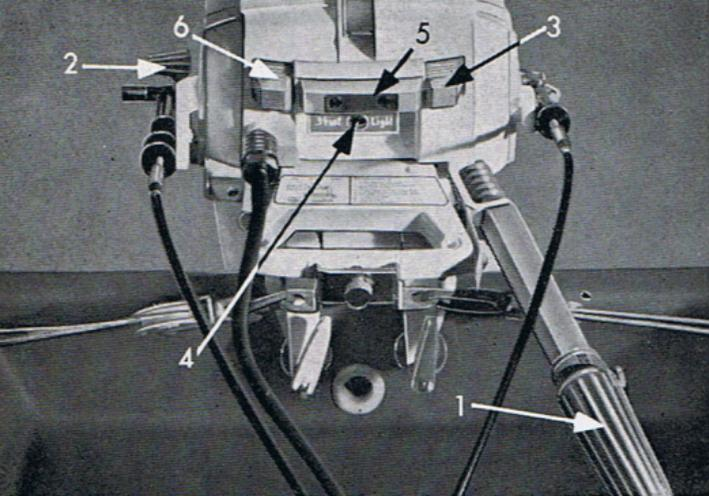

Bild 5
**Start frei zur ersten Fahrt** (s. Bild 5)
**Elektrische Anlage** (s. Bild 5)